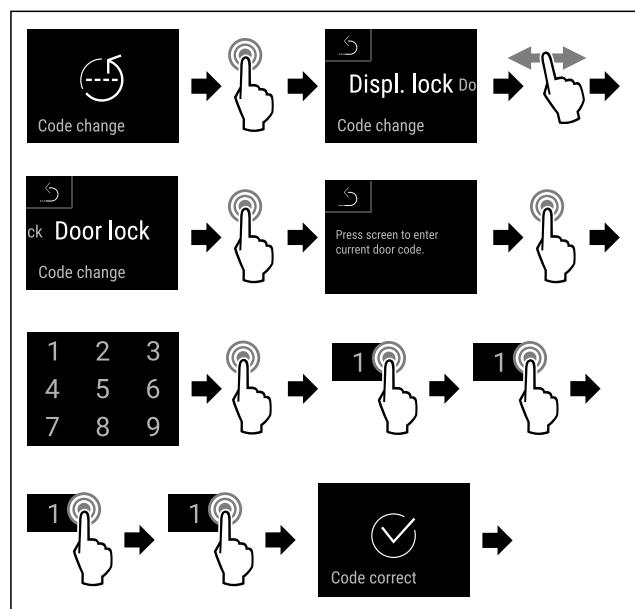

Fig. 81
- Выполните шаги действия (см. Fig. 81).